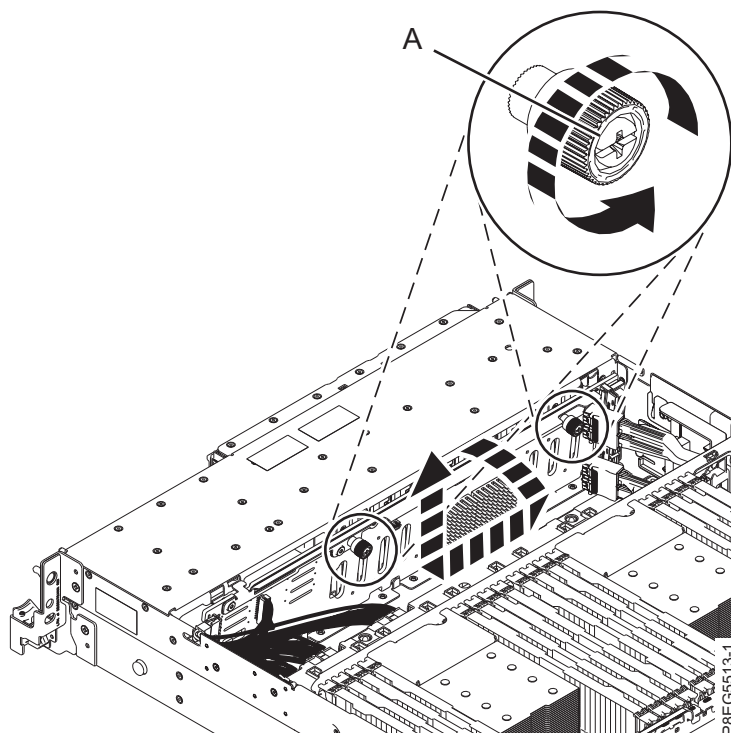

Figura 16. Desprendendo o painel traseiro da unidade de disco
6. Desaperte cuidadosamente cada um dos parafusos de aperto manual do painel traseiro da unidade de disco (**A**) até soltar totalmente, conforme mostrado na Figura 16.